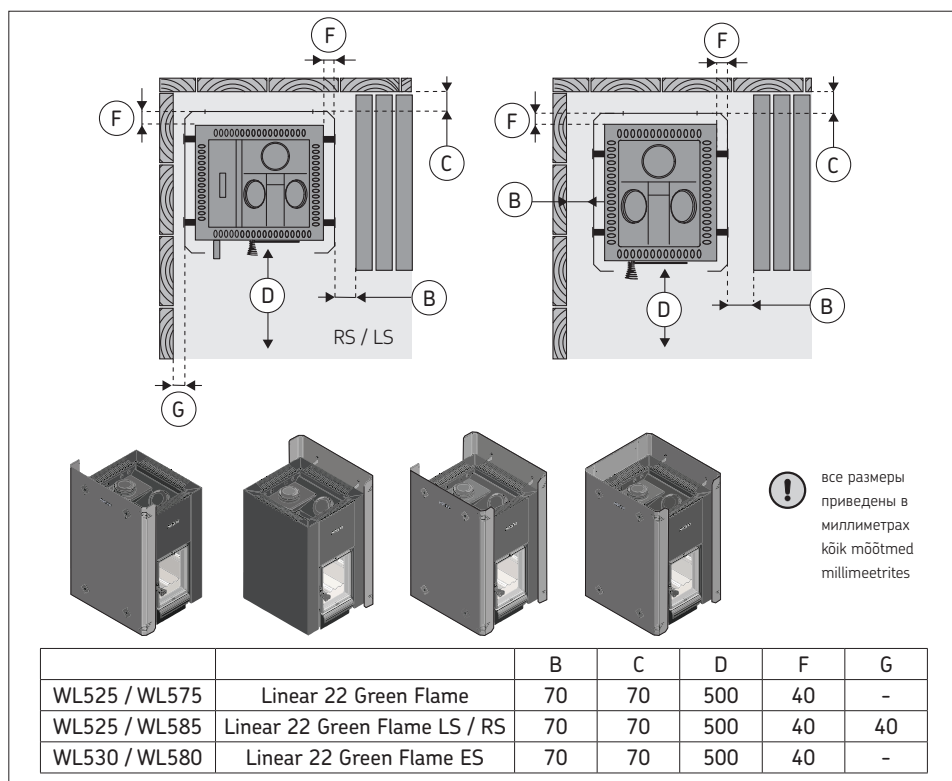

Рисунок 10. Безопасные расстояния с защитными ограждениями.
- D. Защитная обшивка Harvia WL525 / WL575.** Рисунок 10.